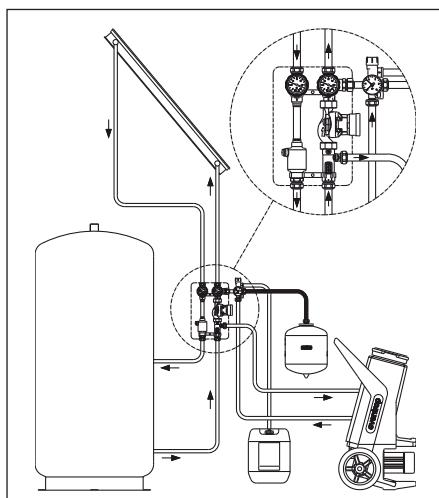

Fig. 6.13 Remplissage à l'aide du groupe de sécurité et du débitmètre
- Raccorder la station de remplissage à l'installation solaire (fig. 6.13) en respectant le sens de refoulement du circulateur!